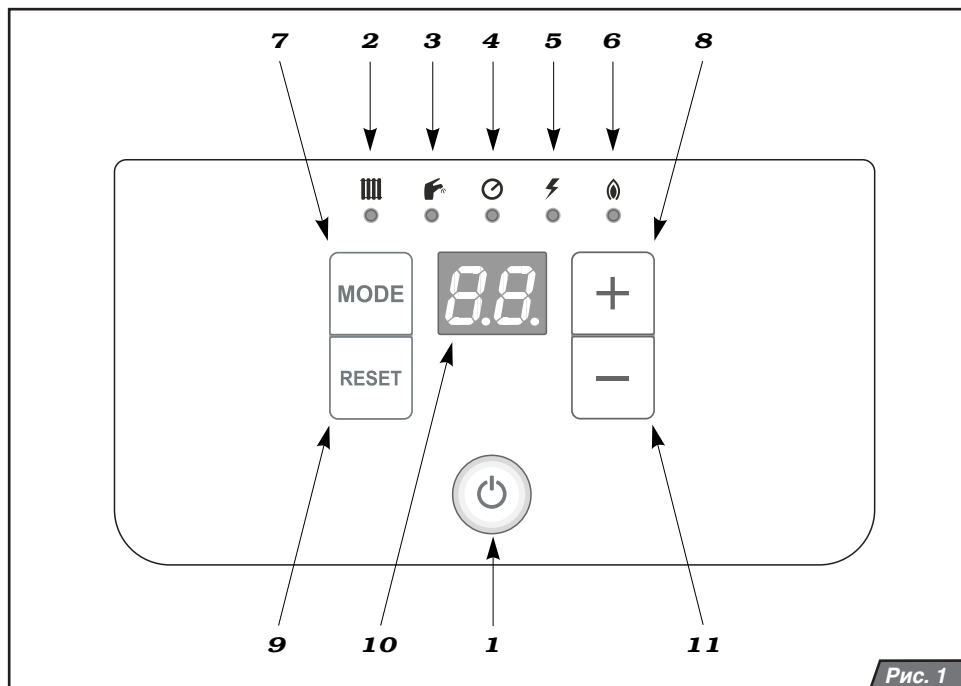

Рис. 1
Главный выключатель (рис.1, поз.1) предназначен для включения и выключения котла. Он расположен в нижней половине панели управления котлом.
Описание элементов управления (рис. 1):
3. давление ОВ находится в рекомендуемых пределах 1– 2 бара. Включите главный выключатель (рис. 1, поз. 1). Через короткое время на дисплее появится изображение температуры ОВ, и одновременно загорится диод над символом  (рис. 1, поз. 2). После розжига горелки загорится диод над символом  (рис. 1, поз. 6).
диод неисправности  (рис. 1, поз. 5), а на дисплее котла появится код неисправности. С помощью кнопки RESET (рис. 1, поз. 9) разблокируйте котел. Если через короткие промежутки времени защитное отключение повторяется или невозможно будет разблокировать котел, обратитесь в сервисную организацию.
Выключите котел главным выключателем (рис. 1, поз. 1). При длительной остановке котла закройте все заслонки (ОВ, ГХВ, газ) под котлом. Отключение котла должно быть произведено с учетом температуры ОВ в котле и температуры окружающей среды в данное время года. В случае опасности замерзания системы слейте воду из котла, отопительной системы и разводов ГВС.